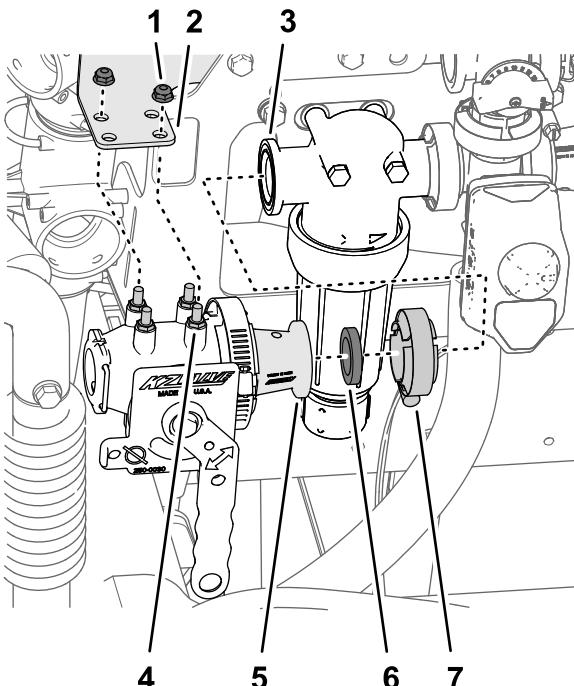

图 7
- 使用您在 拆下软管 \(页码 4\) 步骤 2 中拆下的垫圈将异径管适配器清洁加药器阀的凸缘与压力式滤头 图 7 的凸缘对齐。
- 通过阀安装座支架的孔对齐压力式滤头的螺栓 图 7。
- 使用您在 拆下软管 \(页码 4\) 的步骤 2 中拆下的法兰夹具将异径管适配器的凸缘组装到压力式滤头 图 7 的凸缘。